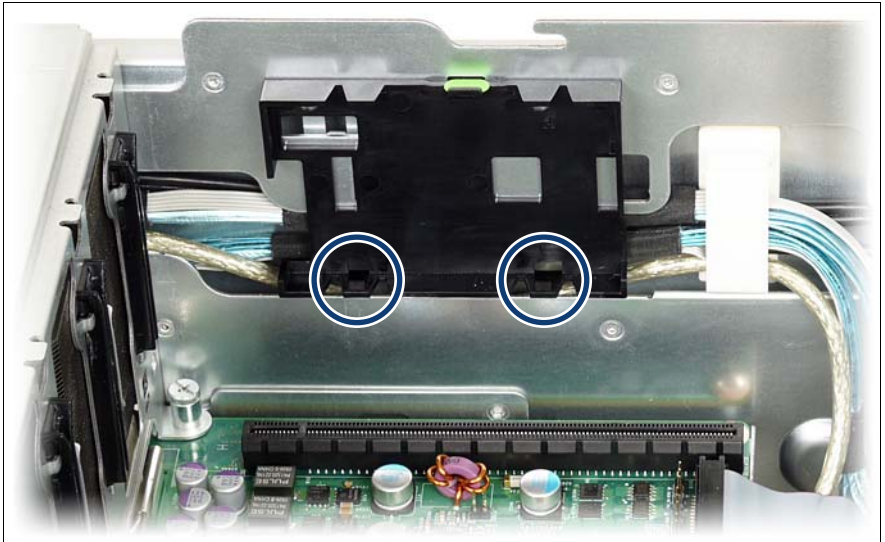

図 43: バッテリーホルダー #1 の位置
1. バッテリーを少し傾けて 2 つのクリップの後ろに挿入します (65 ページの図 43 の円を参照)。